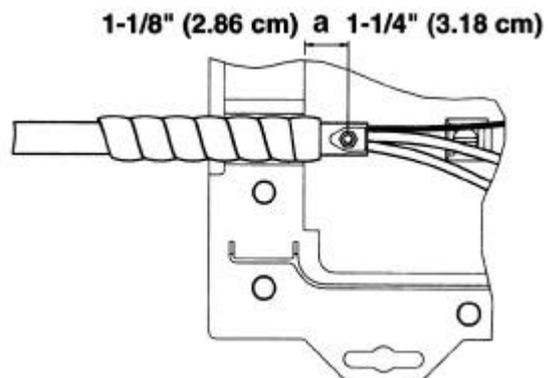

Figura 8 – Posicionando o cabo
5.02 Posicione os cabos nas cavidades da parte inferior da caixa, de forma que sua capa ultrapasse cerca de $\frac{3}{4}$ " (1,90 cm) a parede interna do cabeçote (figura 8).